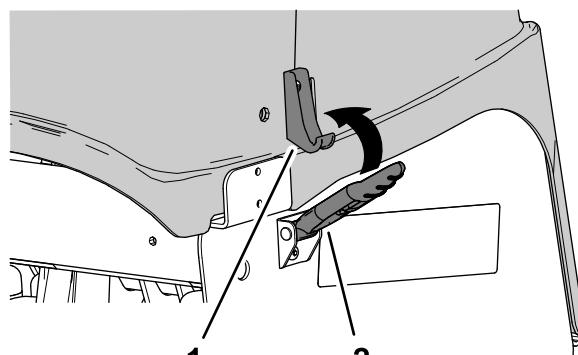

Рисунок 153
2. Зафиксируйте кожух вала аэратора с помощью 4 фиксаторов (Рисунок 153).